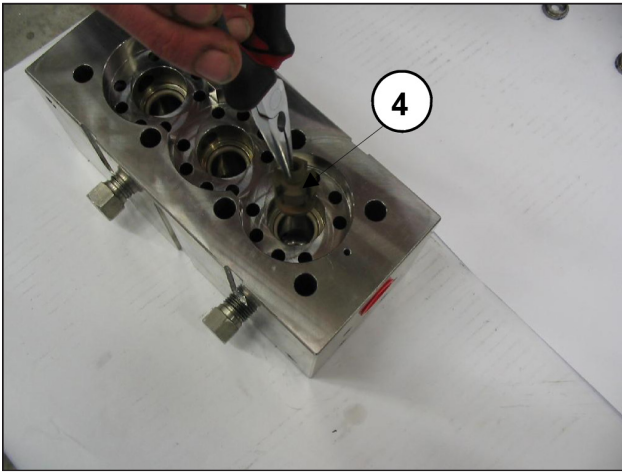
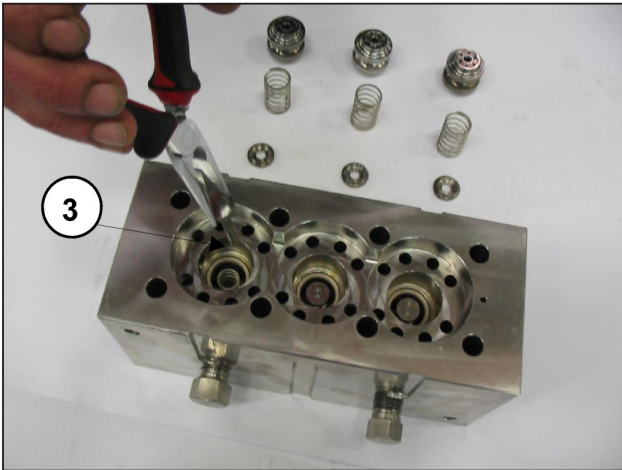

Fig. 26
Fig. 27
- Sortir les plateaux de refoulement ③ et leurs guides ④ avec les ressorts correspondants, comme le montrent les Fig. 26 et Fig. 27, vérifier s'ils sont usés et les remplacer si nécessaire ; toujours les remplacer aux intervalles indiqués dans le tableau « ENTRETIEN PRÉVENTIF », chapitre 11 du **Manuel d'utilisation et entretien**.